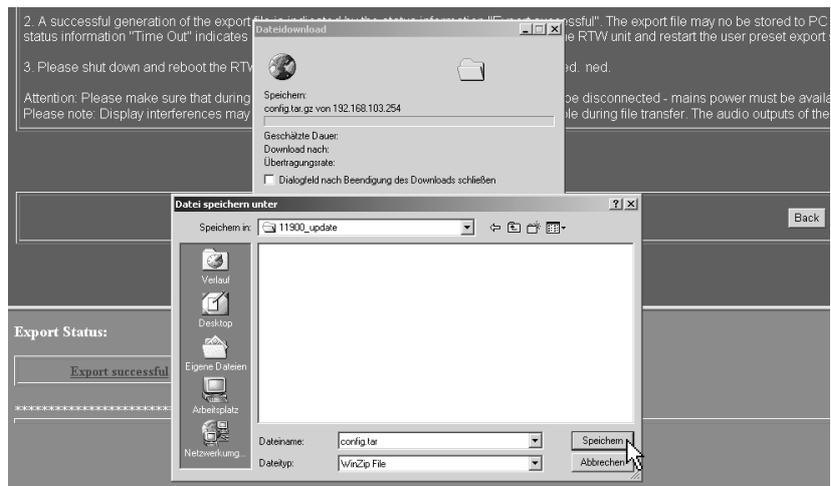

Bild 8-15: Bestimmung des Speicherortes für die Export-Datei
- Wählen Sie im jetzt erscheinenden Dialogfeld „Datei speichern unter“ den Ordner (z. B.: „C:\11900\_Update“) aus, in dem die Export-Datei „config.tar.gz“ abgelegt werden soll (siehe Bild 8-15).